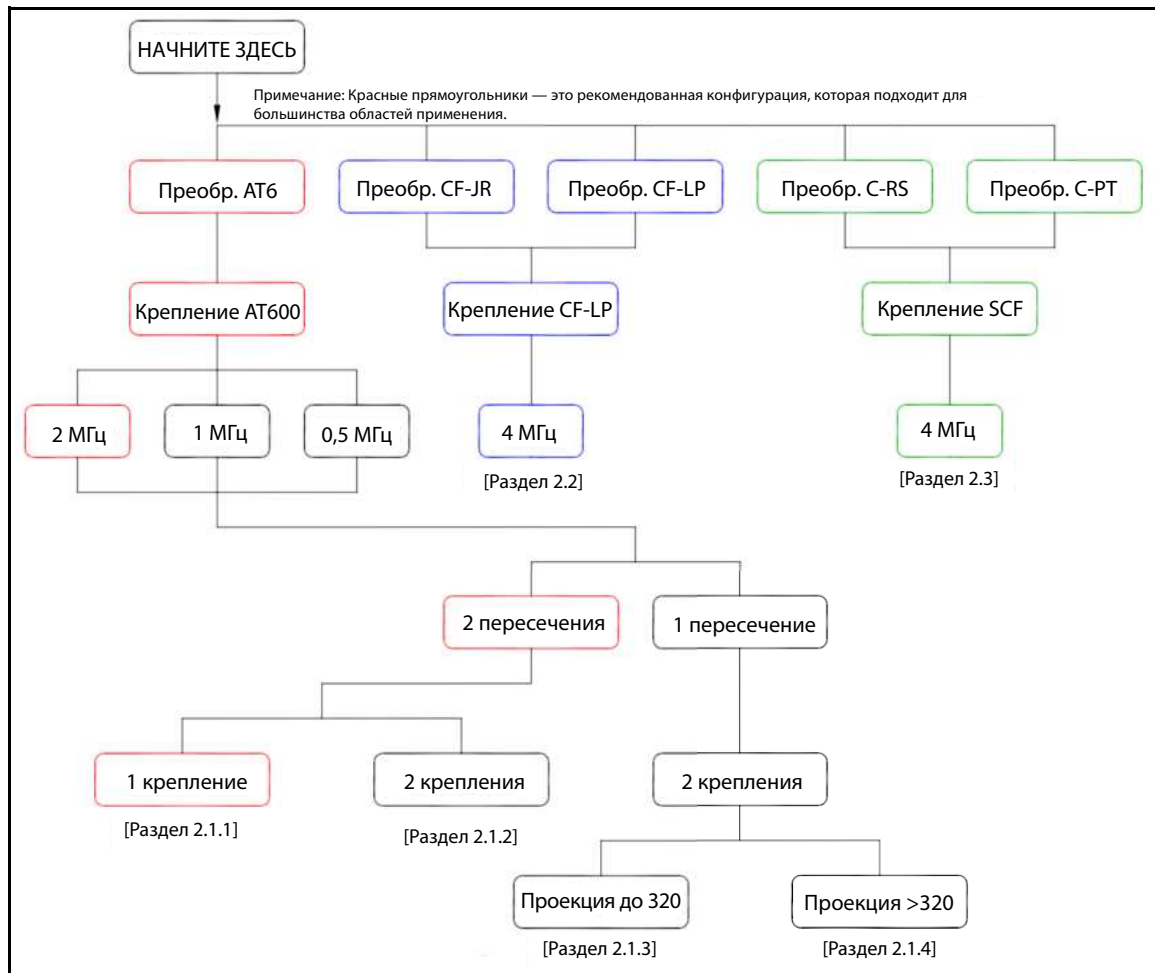

Рис. 9. Схема выбора инструкций по установке преобразователей
**Примечание.** См. порядок выбора подходящей инструкции для вашей конфигурации оборудования на схеме на Рис. 9 на стр. 9.